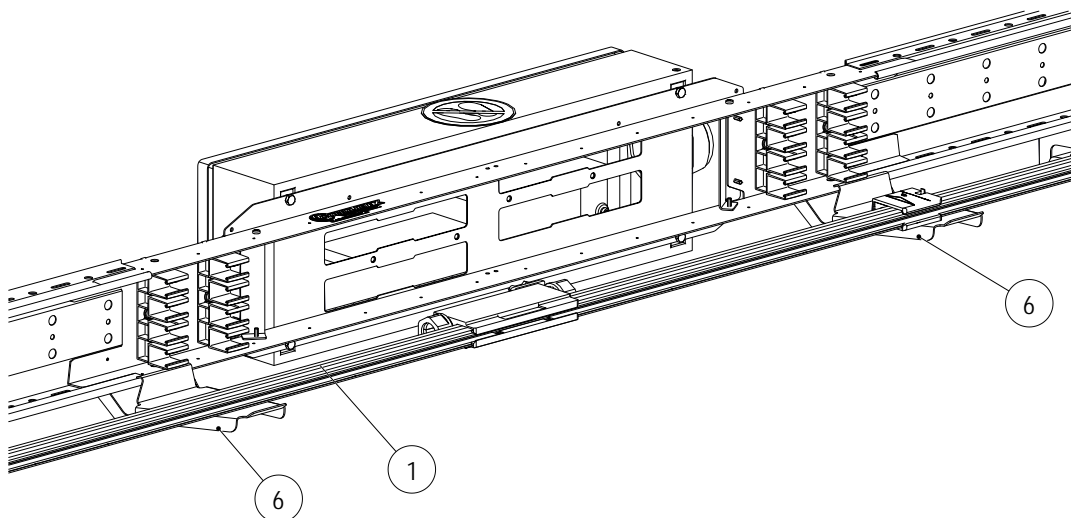

Abb. 33: Schleifleitungsschiene mit Einspeisung und Fixpunkt (1) auf die Hilfskonsolen (6) legen
2. Die Schleifleitungsschiene mit der montierten Einspeisung und Fixpunkt (1) auf die Hilfskonsolen (6) legen, um rechts und links die Schleifleitungsschiene (1) mit den weiteren Schleifleitungsschienen verbinden zu können (siehe Abb. 33). Für eine bessere Handhabung beim Verbinden sollten auch für die weiteren Schleifleitungsschienen Hilfskonsolen ins ProShell-Tragprofilssystem eingehängt werden.